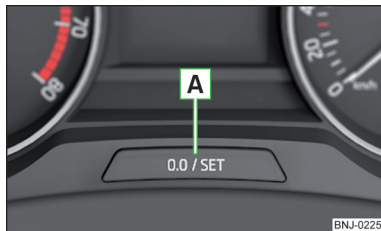

Fig. 34
➤ Apăsați tasta **A** » fig. 34 la pagina 47.
- Apăsați tasta **A** » fig. 34 și mențineți-o apăsată, până când pe afișaj se afișează punctul de meniu Ora.